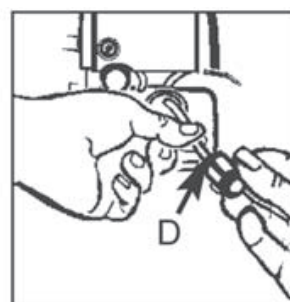

Рис. 17В
1. Согните кусок мягкого провода. Откройте топливный бак и цепляйте проводом топливопровод. Вытяните топливопровод к горловине и, захватив его пальцами, достаньте (Рис. 17Б).